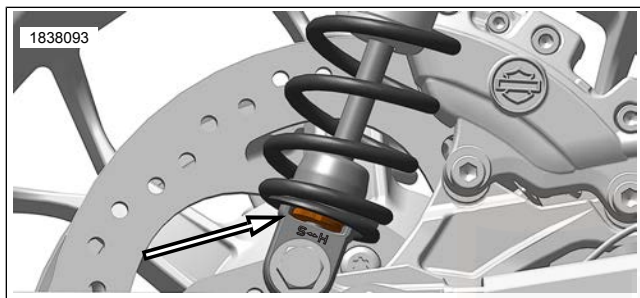

Abbildung 15. Zugstufeneinsteller
3. Siehe Abbildung 15. Einstellung der Zugstufendämpfung.